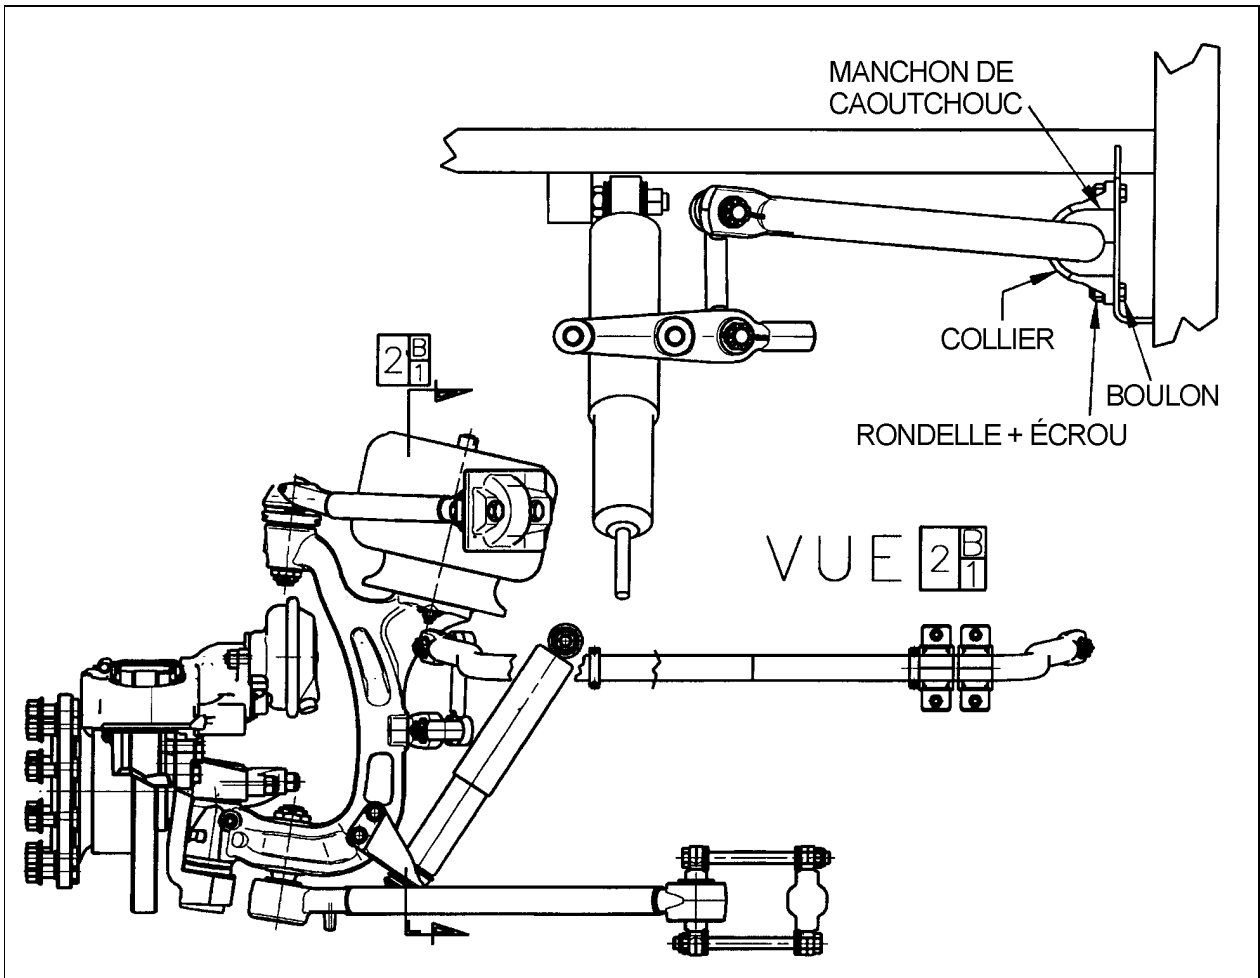

FIGURE 4 : VIP OU VÉHICULES XL2 AVEC SUSPENSION INDÉPENDANTE
2. Dévisser puis installer une rondelle (955897) sous chacun des écrous ou boulons des colliers des barres anti-roulis avant et arrière en vous référant aux figures 4, 6 et 7 pour l'emplacement des pièces.
Remarque : Les écrous des colliers de la barre anti-roulis de la suspension indépendante et de la barre anti-roulis de l'essieu rigide doivent être du côté collier (trou oval) (voir figures 4 et 6).